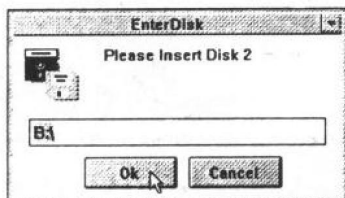

图 0.5 要求更换成第 2 张软盘的对话框
6. 当第 1 张软盘安装完毕后,会出现要求插入第 2 张软盘的对话框,如图 0.5 所示。请将 Disk 1 of 6 软盘退出,放入 Disk 2 of 6 软盘,并单击 OK 按钮或按 **Enter** 键,以便继续安装。
7. 当第 2 张软盘安装完毕后,会出现类似图 0.5 所示的对话框,要求放入第 3 张软盘,用步骤 6 的方法继续安装。当完成另外的第 4~6 张软盘安装后,回到 Windows 操作系统。如果读者在步骤 4 的选项中选了“View README. TXT after install”,系统在安装完成后,会立刻显示 README. TXT 的内容给用户阅读。